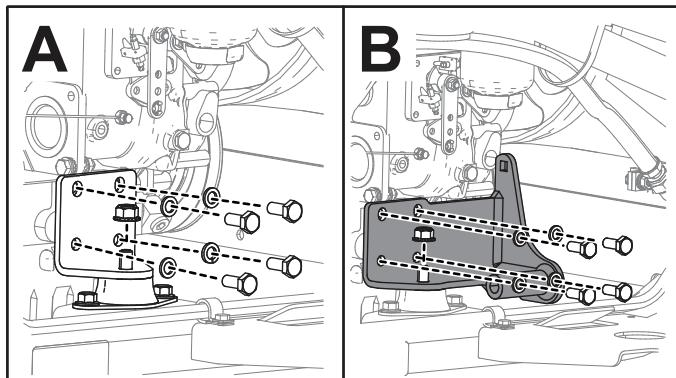

Bild 6
1. Entfernen Sie die Halterung, mit der der Motor am Rahmen befestigt ist, wie in Abschnitt A in Bild 6 abgebildet.
2. Befestigen Sie die Halterung der Getriebepumpe mit den Schrauben, Scheiben und Muttern, die Sie vorher entfernt haben, wie in Bereich B in Bild 6 abgebildet.